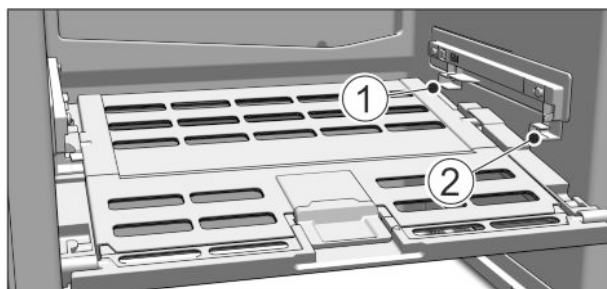

Fig. 43
- ▶ Nasazení víka přihrádky na ovoce a zeleninu: Výstupky víka zaveďte zdola do zadních držáků Fig. 43 (1) a vpředu zaklesněte do držáku Fig. 43 (2).